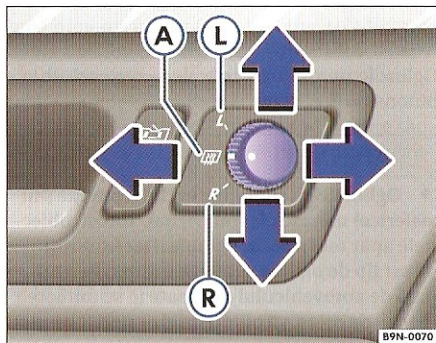

Fig. 41 Ușa conducătorului: Buton rotativ pentru oglinzile laterale.
1. Rotiți butonul ⇒ fig. 41 în poziția **L** (oglinda din stânga).
- Rotiți butonul ⇒ fig. 41, când motorul este pornit, în poziția , pentru a încălzi oglinzile laterale.